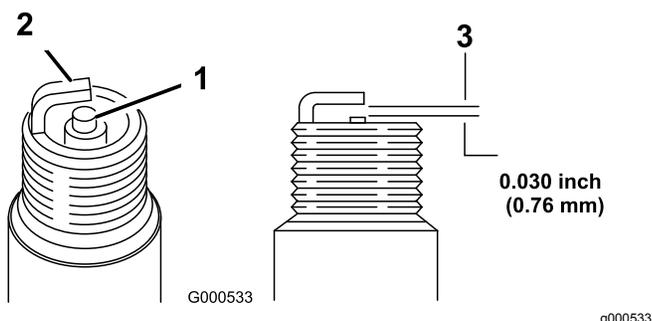

Figura 34
- Defina a folga na vela para 0,76 mm; consulte Figura 34.